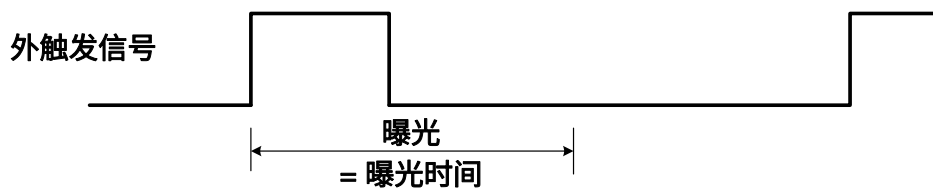

图 8-27 上升沿触发定时曝光模式时序图
- 如果启用上升沿触发，曝光会在触发信号上升时开始，一直持续到曝光时间结束，如图 8-27 所示